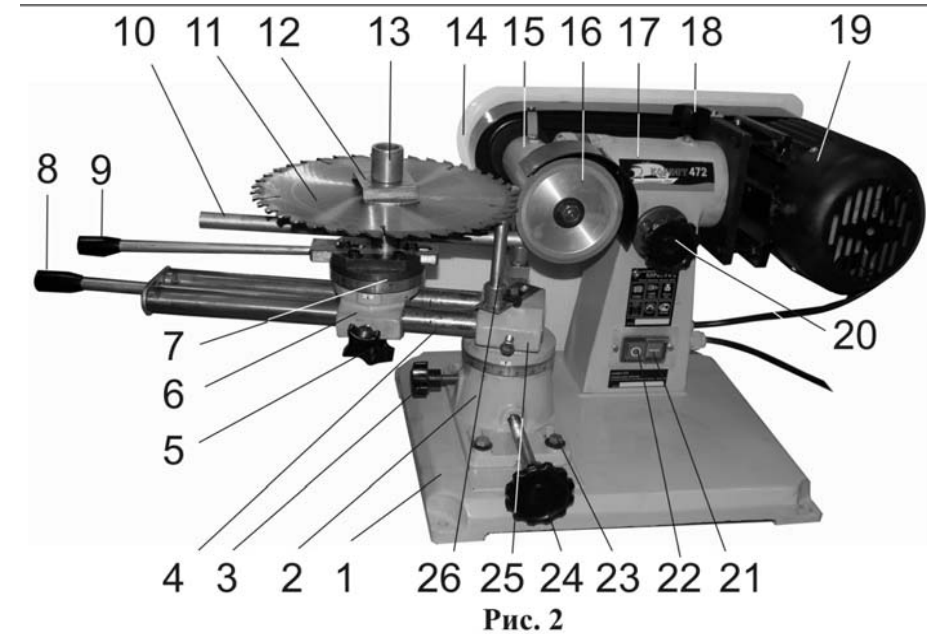
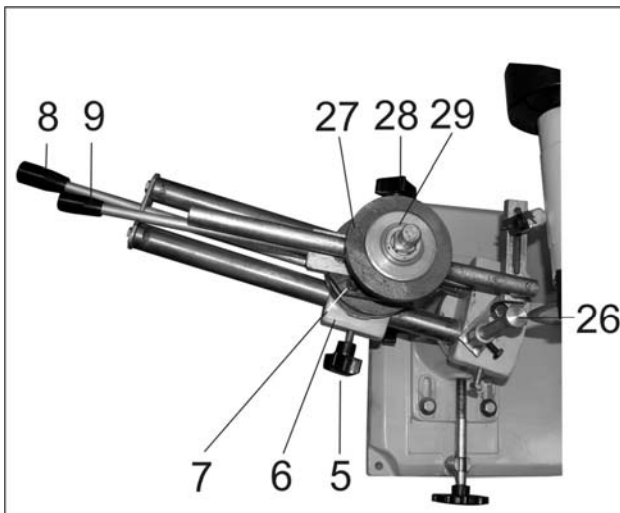

Рис. 2
Рис. 3
7.1. Машина состоит из следующих сборочных единиц и деталей (Рис.2, Рис.3)
8.1. Монтаж машины (Рис.2)
8.2. Сборка машины (Рис.2)
8.2.1. Как показано на Рис.2, установите и закрепите заточной круг (16). В зависимости от выполнения намеченной работы, заточной круг (16) устанавливайте рабочей поверхностью с наружной или внутренней стороны относительно машины.
9.1. Подготовка к работе (Рис. 3,4,5,6,7,8,9)
9.2.3. Включение машины производится нажатием на кнопку «I» (21), Рис. 2.
9.2.4. Выключение машины производится нажатием на кнопку «O» (22), Рис.2.